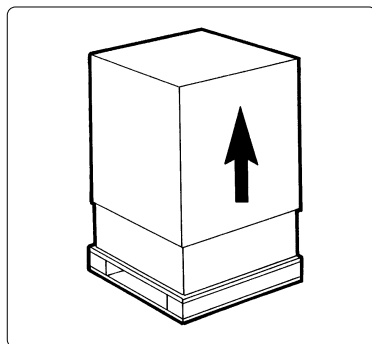

Fig. 1
- a) Liberare l'apparecchio dall'imballo, quindi sfilarlo dall'alto (vedi fig. 1).